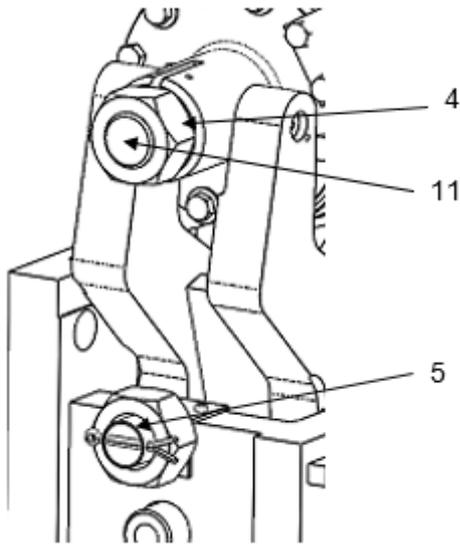
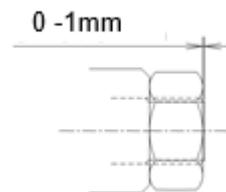

Bild 5.1
Bild 5.2
2. Schrauben Sie die Mutter **4** auf die Schraube **11**, siehe Bild 5.1. Die Bremse ist vollständig arretiert, wenn das Ende der Schraube mit der Mutter auf einer Ebene ist, siehe Bild 5.2.